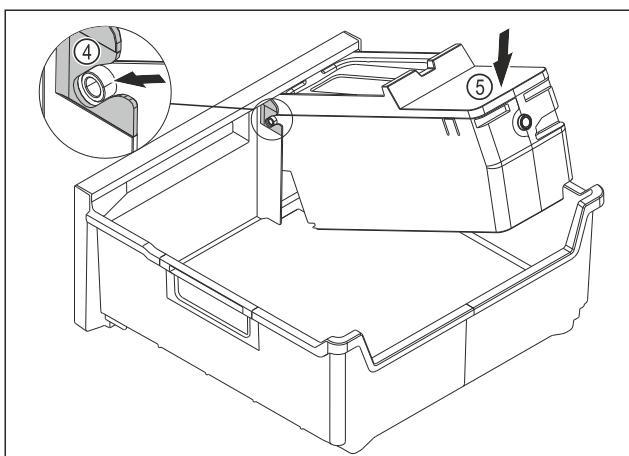

Fig. 147
- Monter le corps de l'EasyTwist-Ice : Insérer les axes du corps de l'EasyTwist-Ice dans les guides Fig. 147 (4).
- Appuyer l'arrière du corps de l'EasyTwist-Ice Fig. 147 (5) vers le bas.